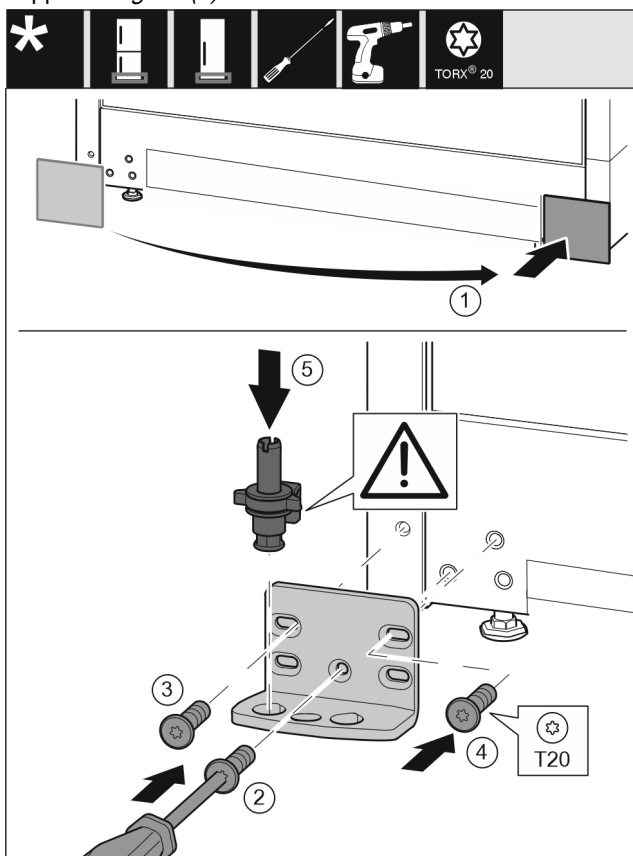

Fig. 16
- ▶ Rimuovere la copertura e applicarla sull'altro lato. Fig. 16 (1)
- ▶ Applicare il blocco di supporto sull'altro lato e avvitare con un cacciavite T20. Iniziare dalla vite 2 in basso al centro. Fig. 16 (2)
- ▶ Serrare la vite 3 e 4. Fig. 16 (3,4)
- ▶ Inserire completamente il perno di supporto. Fare attenzione che la camma di arresto sia rivolta verso il lato posteriore. Fig. 16 (5)